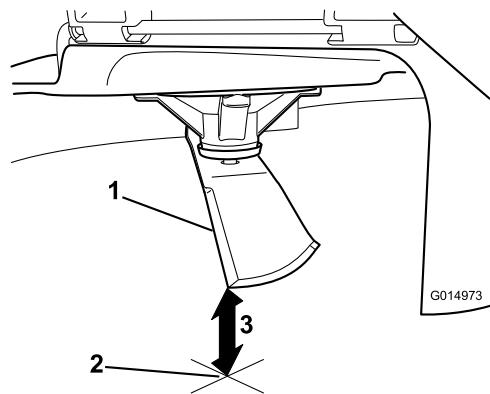

Figura 51
- 3. Mida desde la punta de la cuchilla hasta la superficie plana (Figura 51).